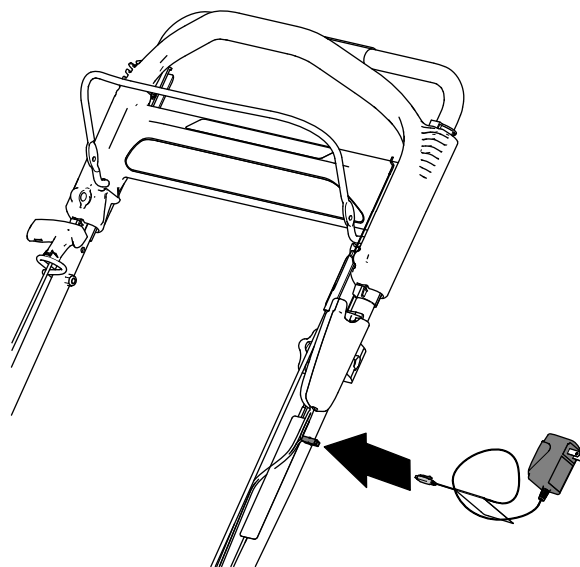

Figura 41
1. Conecte el cargador al arnés de cables, situado debajo del botón de arranque eléctrico (Figura 41).